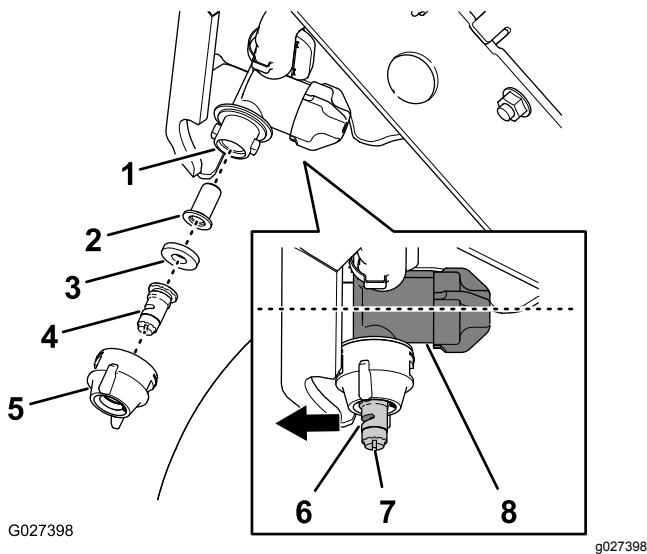

Figura 66
1. Gire el tapón de la boquilla 90° en sentido antihorario y retire el tapón del cuerpo de la boquilla (Figura 66).
2. Retire la punta, la junta y el filtro de la carcasa de la boquilla (Figura 66).
4. Monte el filtro en el cuerpo de la boquilla (Figura 66).
5. Monte la punta y la junta en el tapón de la boquilla (Figura 66).
6. Instale la punta, la junta y el tapón en el cuerpo de la boquilla (Figura 66).
Nota: Utilice la ranura para girar el atomizador (Figura 66) de la punta hacia adelante (en línea con la carcasa del regulador de caudal del cuerpo de la boquilla).
7. Gire el tapón de la boquilla 90° en sentido horario (Figura 66).